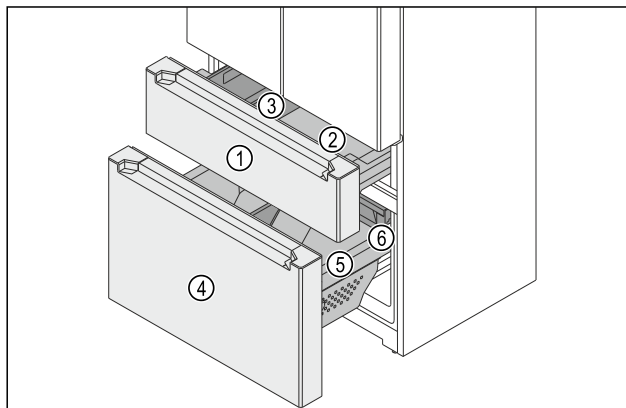

Fig. 150 Auszugswagen Gefrierenteil
- (1) Oberer Auszugswagen
- (2) Behälter
- (3) FlexBox
- (4) Unterer Auszugswagen
- (5) Behälter
- (6) Schubfach
Das Gefrierenteil besteht aus zwei Auszugswagen. Im oberen Auszugswagen *Fig. 150 (1)* sind ein Behälter *Fig. 150 (2)* und eine FlexBox *Fig. 150 (3)*. Im unteren Auszugswagen *Fig. 150 (4)* sind ein großer Behälter *Fig. 150 (5)* und ein Schubfach *Fig. 150 (6)*. Sie können die FlexBox und den Behälter im oberen Auszugswagen zur Reinigung entnehmen.